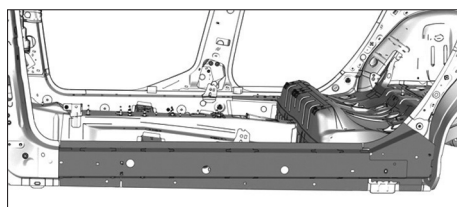

FIG. 72
- Positionner le renfort de bas de caisse puis le maintenir à l'aide de pinces-étaux (Fig.72).